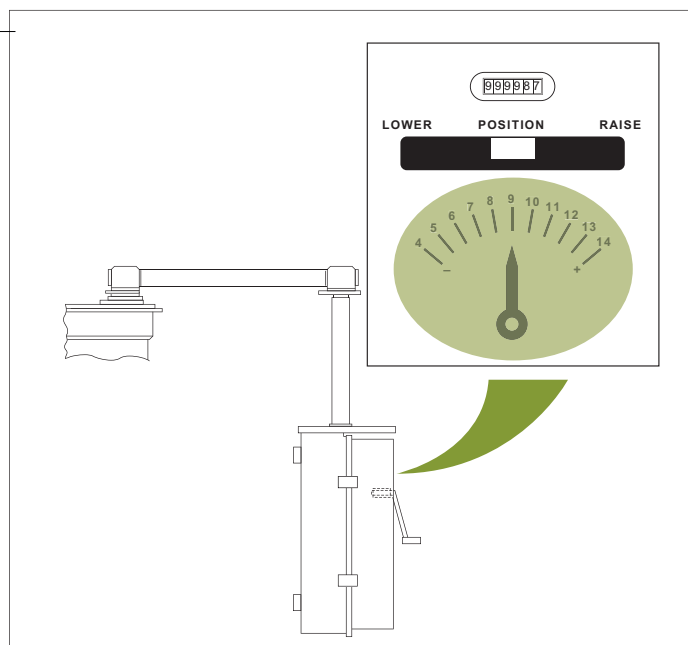
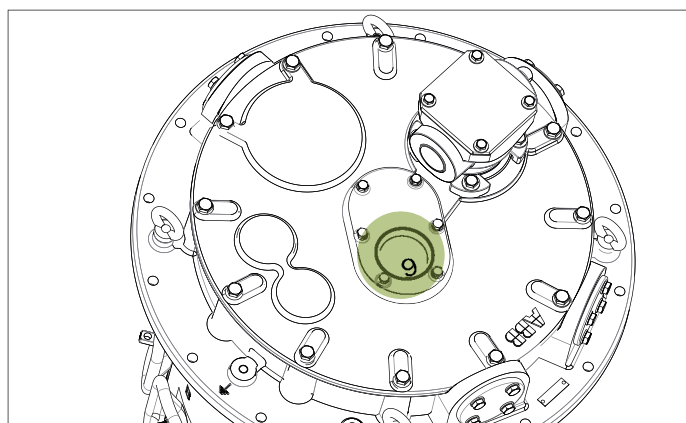

Рис. 59. Указатель положений на моторном приводном механизме
Рис. 60. Указатель положений на устройстве РПН
Для доступа к указателю положений снимите крышку. См. рис. 60.
17. Проверьте, чтобы указатели положений на моторном приводном механизме (рис. 59) и устройстве РПН (рис. 60) показывали одинаковое положение.
1. Убедитесь, что моторный приводной механизм и устройство РПН показывают одинаковое положение. См. рис. 59 и рис. 60.
3. Вручную с помощью пусковой рукоятки переведите моторный приводной механизм в положение в середине диапазона. См. рис. 59.
11. Проверьте, чтобы красная метка на тормозном диске останавливалась в пределах допуска. См. рис. 59.
14. Убедитесь в том, что указатель положений на моторном приводном механизме показывает то же положение, что и указатель внутри крышки устройства РПН. См. рис. 59 и 60.